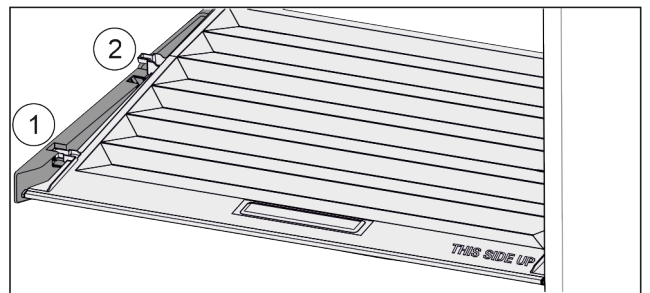

Fig. 28
- ▶ Deksel tot de opening in de vasthouddelen naar voren trekken Fig. 28 (1).
- ▶ Aan de achterkant vanaf de onderkant omhoog tillen en vanaf de bovenkant verwijderen Fig. 28 (2).